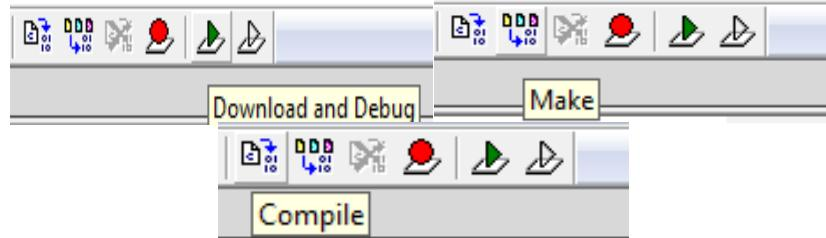

Рис. 1.32. Панели компиляции и загрузки программы
15. Загрузка программы в микроконтроллер осуществляется в три этапа (рис. 1.32): компиляция (*Compile*), создание (*Make*), загрузка и отладка (*Download and Debug*)